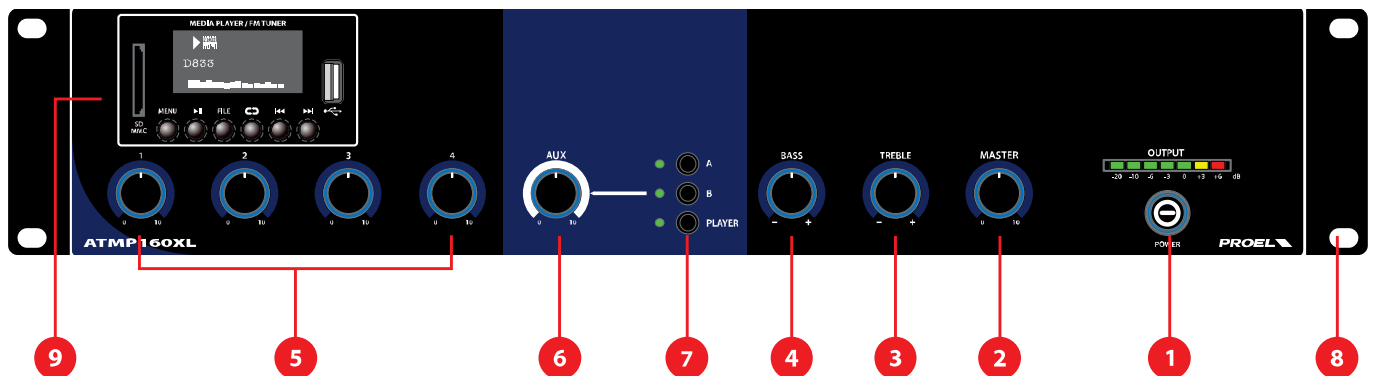
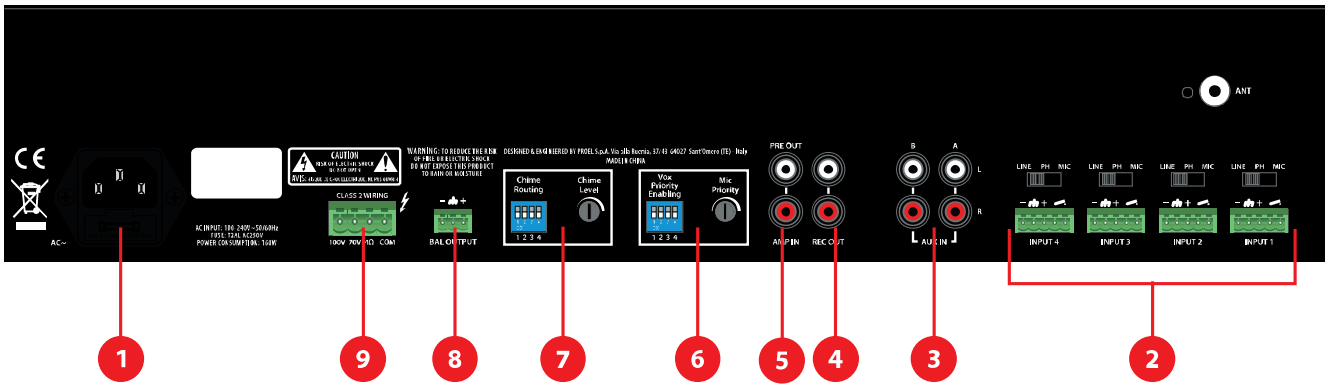

fig.1
fig.2
Mediante i pulsanti A, B e PLAYER si abilita in uscita il rispettivamente l'ingresso AUX A, B (fig.2, rif.4) ed il Modulo multimediale (fig.1, rif.9).
Con una pressione prolungata dei tasti “I<<” , “>>I” si imposta volume digitale del media player interno. Sugeriamo di lasciare questo volume sempre al massimo e regolare il livello del media player usando il potenziometro di livello AUX (**fig.1, rif.6**)
Ogni ingresso dispone di un “contatto pulito” che ha due funzioni “Attivazione Chime” e “Forzatura del silenziamento degli ingressi”. Tali funzioni possono essere attivate anche contemporaneamente e sono subordinate alla posizione (ON – OFF) dei dip switch (**fig.2, rif.6 e 7**):
Alla chiusura del contatto (**fig.3 rif.C**) con corrispondente PIN del dip-switch (**fig.2 rif.7**) a ON l’amplificatore riprodurrà un tono di attenzione dalla linea altoparlanti.
Alla chiusura del contatto (**fig.3 rif.C**) il controllo forza il silenziamento dell’ingresso AUX e degli altri ingressi (**fig.2, rif.2**) che hanno il rispettivo PIN del VOX (**fig.2, rif.6**) ad **OFF**. Gli ingressi resteranno silenziati fin quando il contatto pulito rimarrà chiuso. Tale funzione è particolarmente utile in presenza di segnali audio molto deboli che potrebbero generare dei continui attacchi/stacchi della funzione VOX con conseguente alternarsi del segnale in uscita.
*Ogni ingresso INPUT 1 ÷ INPUT 4 dispone di una funzione VOX inseribile e disinseribile mediante l’apposito PIN (**fig.2, rif.6**): quando il circuito VOX di uno dei canali con VOX ad **ON** (abilitato) rileva la presenza di un segnale audio sul rispettivo ingresso (**fig.2, rif.2**), i canali AUX (**fig.2, rif.3**) e i canali aventi il VOX a **OFF** (disabilitato) saranno silenziati, mentre tutti i canali con VOX a **ON** saranno mixati in uscita.*
Ogni ingresso INPUT 1 ÷ INPUT 4 dispone di una funzione VOX inseribile e disinseribile mediante l'apposito PIN (**Vox Priority Enabling**): quando il circuito VOX di uno dei canali con VOX ad **ON** (abilitato) rileva la presenza di un segnale audio sul rispettivo ingresso (**fig.2, rif.2**), i canali AUX (**fig.2, rif.3**) e i canali aventi il VOX a **OFF** (disabilitato) saranno silenziati, mentre tutti i canali con VOX a **ON** saranno mixati in uscita.